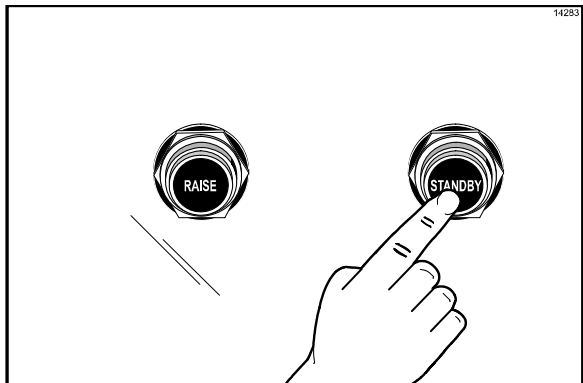

图 26
1. 如要将上煎板置于待机位置，可从打开位置按两次待机键。（请见图 26）